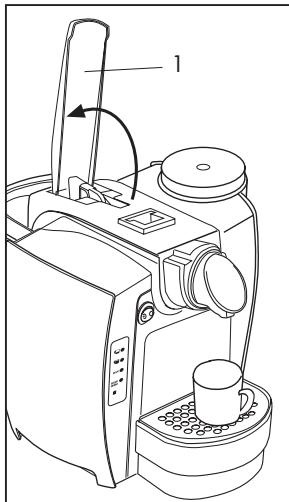
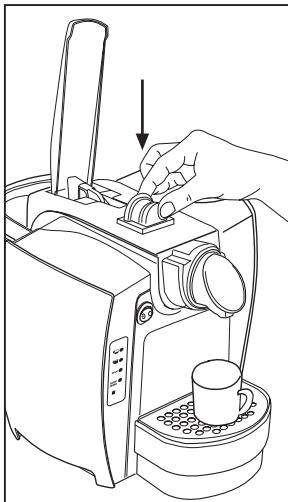

Abb. 9
Abb. 10
- Klappen Sie den Steuerhebel (1) langsam nach hinten (bis zum Anschlag) (**Abb.9**) und setzen Sie eine Kapsel in die vorgesehene Öffnung ein (**Abb. 10**)